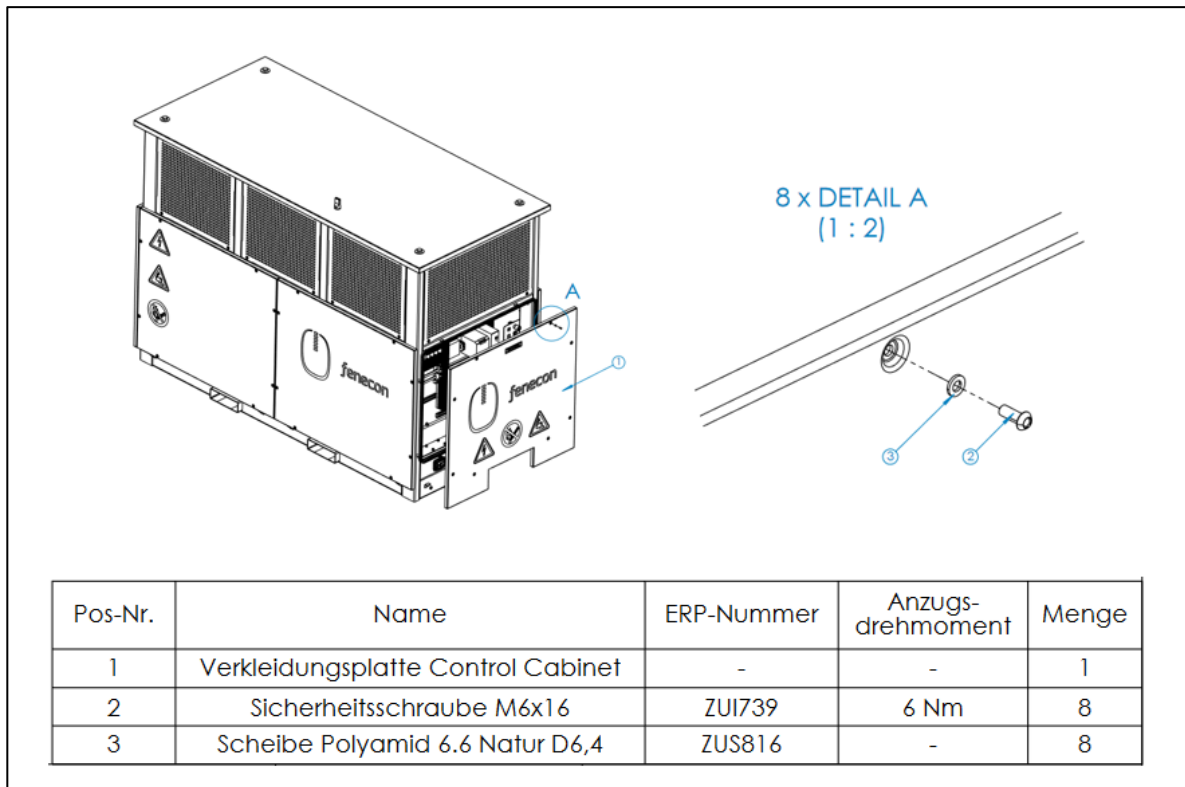

Abbildung 11: Demontage/ Montage control cabinet Verkleidungsplatte
4. Zum Anschluss des Stromspeichers die Verkleidungsplatte mit der Aufschrift „control cabinet“ öffnen (vgl. Abbildung 11: Demontage/ Montage control cabinet Verkleidungsplatte).
6. Nach Abschluss der Montagearbeiten ist der Stromspeicher wieder ordnungsgemäß zu verschließen. Der Schraubenaufbau und das notwendige Anzugsdrehmoment können Abbildung 11: Demontage/ Montage control cabinet Verkleidungsplatte entnommen werden.